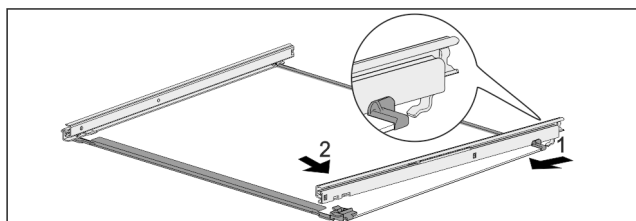

Fig. 85 Ripiano in vetro con guide
- ▶ Agganciare la guida sul lato posteriore. Fig. 85 (1)
- ▶ Innestare la guida sul lato anteriore. Fig. 85 (2)